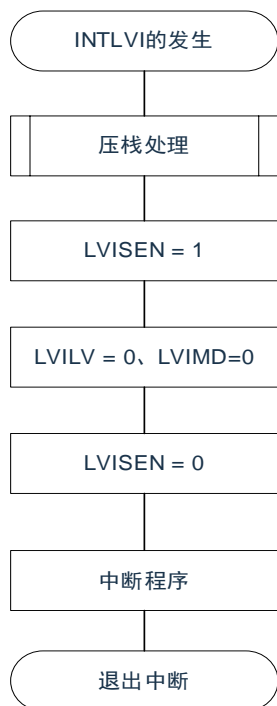

图3-1
2. 当LVD检测到 $VDD < V_{LVDH}$ 产生中断后，LVIMD和LVILV标志会被置‘1’，需要在中断程序中将LVIMD和LVILV标志清零，否则当VDD下次降低时将无法产生中断，具体操作流程详见图3-1。